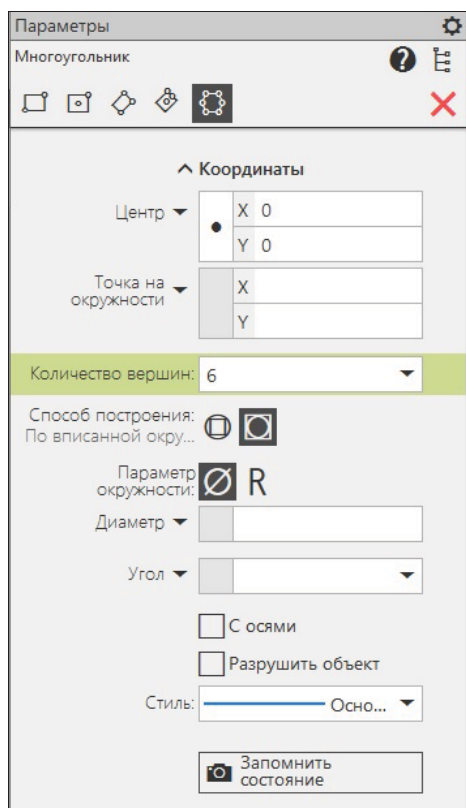

Рис. 6.4. Панель Параметры: Многоугольник
- ◆ раскройте окно с группой команд **Прямоугольник** и щелкните ЛК мыши по кнопке **Многоугольник**. На панели **Параметры: Многоугольник** (рис. 6.4):